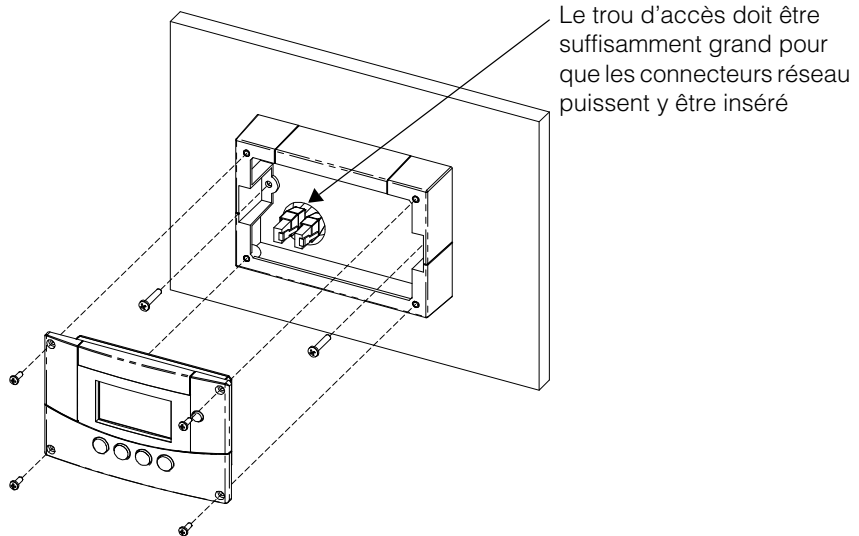

Figure 2-8 Montage en surface du SCP
6. Placer l'appareil dans le support de fixation et le fixer à l'aide de quatre vis n° 6. Voir la Figure 2-8.